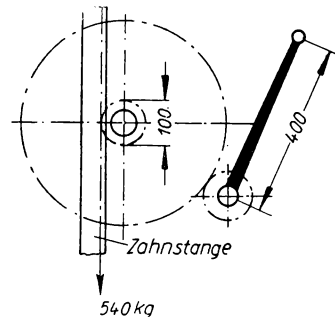

Bild 142
**276.** Das Stauschütz einer Wasserkraftanlage erfordert zum Heben eine Kraft 540 kg an der Zahnstange der Aufzugwinde nach Bild 142. Die Zahnstange greift in ein Zahnrad von 100 mm Durchmesser ein.